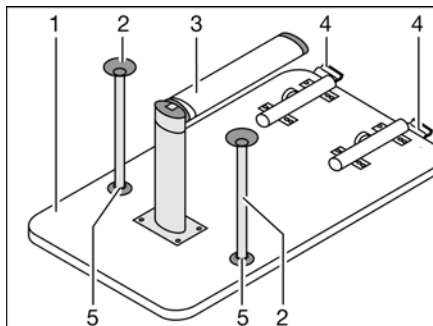

Fig. 92 Sommier de lit
- Soulever légèrement le plateau de table (Fig. 92,1) à l'avant d'env. 45°.
- Rabattre la partie inférieure du pied de table à joint (Fig. 92,3) de 90°. Suivant le modèle, tirer la partie inférieure du pied de table vers le bas ou appuyer sur le bouton de déverrouillage.
- Appuyer sur le bouton de déverrouillage (Fig. 92,4) sur le dispositif de verrouillage.
- Suivant le modèle, enfoncer les deux pieds d'appui supplémentaires (Fig. 92,2) dans les fixations (Fig. 92,5) sur le dessous du plateau de table.